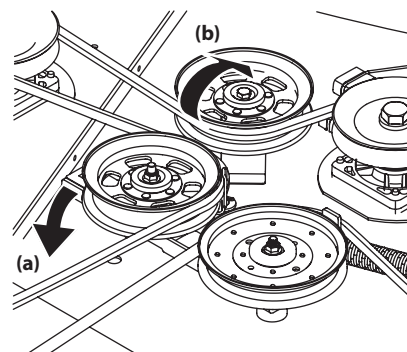

Figure 4-17
- b. Placez-vous à côté de l'appareil de façon à faire pivoter le support de la poulie de tension et la poulie de tension vers l'arrière jusqu'à ce que vous puissiez soulever la courroie en « V » (a) par-dessus la poulie de tension (b). Voir Figure 4-17.